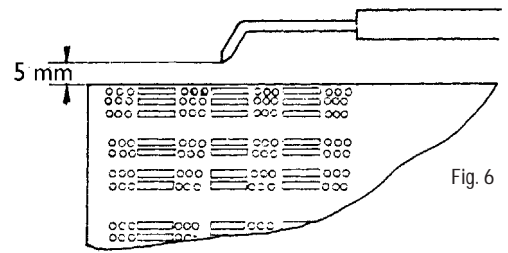

Fig. 6
- Controlar a posição do electrodo de ignação (Fig.6).